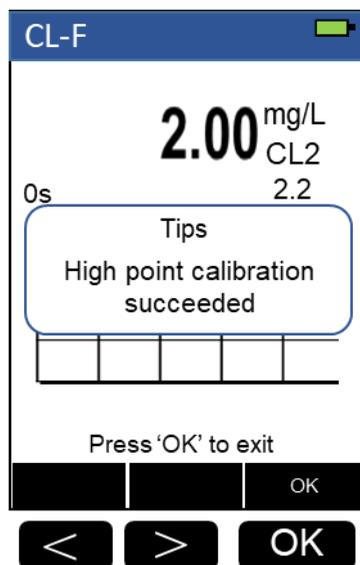

图 16: 斜率校准成功
氯浓度应在 1.1 至 2.2 ppm 之间。仅当输入浓度值在指定范围内时，才会出现校准成功屏幕，如图 16 所示。按 OK 键返回到所选方法屏幕。
3. 根据向左向上按钮调整输入的高点样品数据，按 '**Calib**' 按钮。需要注意的是，为了达到最佳效果，标准溶液的浓度应小于该方法的最大浓度（可支持的比色方法列表）。例如，校准 CODLF 时，标准溶液中的 COD 浓度建议在 75-150ppm 之间。只有当输入的浓度值在指定范围内时，才会出现校准成功的画面，如图 16 所示。按 "**OK**" 键，返回所选方法界面。